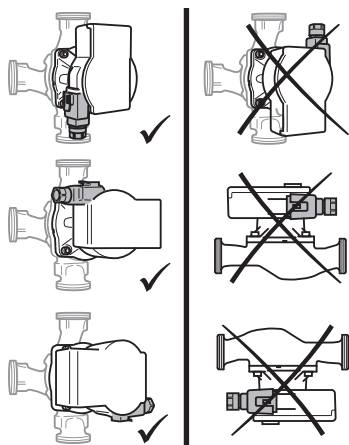

Fig. 2: Polohy instalace
- Místo instalace vyberte v souladu s přípustnou polohou instalace (Fig. 2).
- Dodržte přípustnou instalační polohu (Fig. 2) čerpadla, případně otočte hlavu motoru (2+6).
- Respektujte přípustnou polohu instalace (Fig. 2) a šipku směru proudění na tělese čerpadla (1).
- Utáhněte 4 šrouby skříně (5).